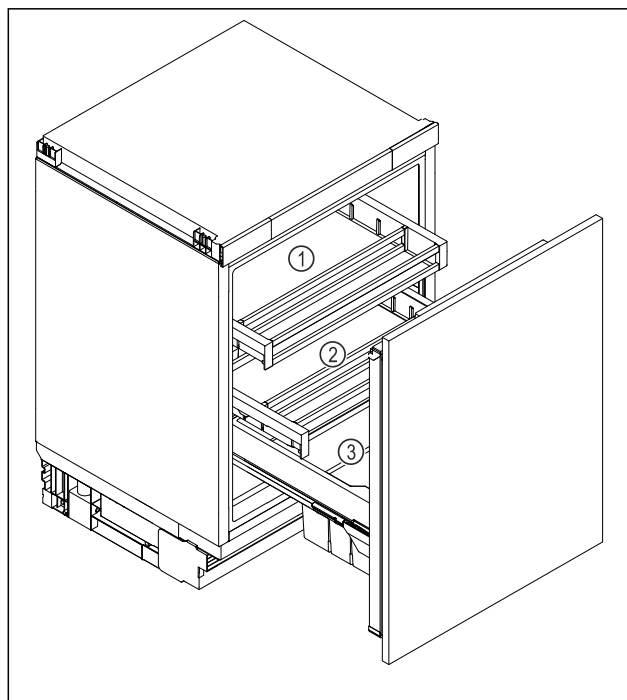

Fig. 6 Ilustrační zobrazení
- ▶ Horní zásuvka Fig. 6 (1): Máslo, sýry, konzervy a tuby.
- ▶ Spodní zásuvka Fig. 6 (2): Skladujte potraviny, které se snadno kazí, jako hotová jídla, ryby, maso a uzeniny.
- ▶ Zásuvka na ovoce a zeleninu Fig. 6 (3): Skladujte zabalené ovoce a zeleninu.
- ▶ Přihrádka na nápoje Fig. 6 (3): Skladujte jednotlivé láhve.